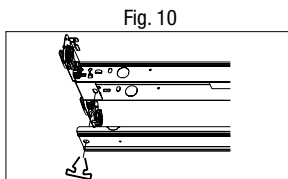

Fig. 10
fil n'est coincé entre le couvercle et le corps du luminaire. Fixez le couvercle du châssis (C) au boîtier du luminaire (B) à l'aide des fixations 1/4 de tour (L) que vous devez insérer dans les fentes situées à chaque extrémité (Fig. 10).